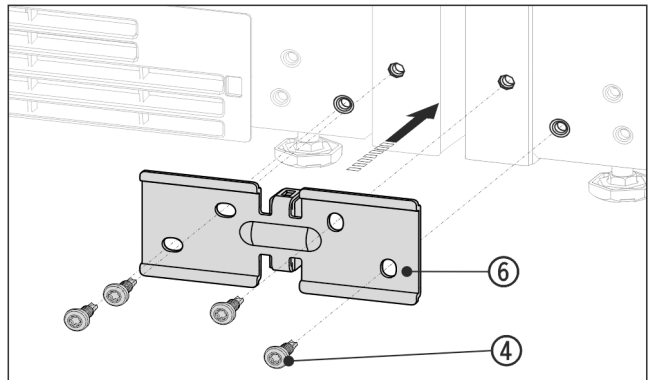

Fig. 14 Illustrationen är ett exempel
- Skruva på vinkeln Fig. 14 (6) och distansstycke mellan apparaterna och dra åt de fyra skruvarna Fig. 14 (4) så att de sitter löst.